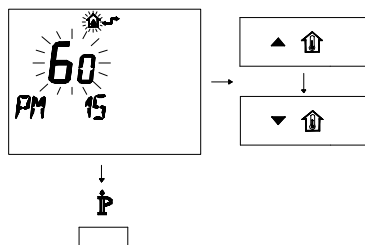

Figura 5.22
- Modificare il SET programmato agendo sui pulsanti ▲ o ▼ fino a visualizzare un **set di 60**, aspettare che il numero programmato cominci a lampeggiare (Figura 5.22).